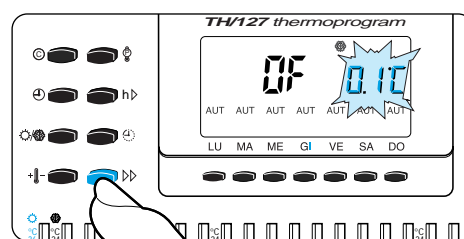

Fig. 36
12.2 - Premere il pulsante **DD** (fig. 36) sino a raggiungere il valore di offset desiderato.